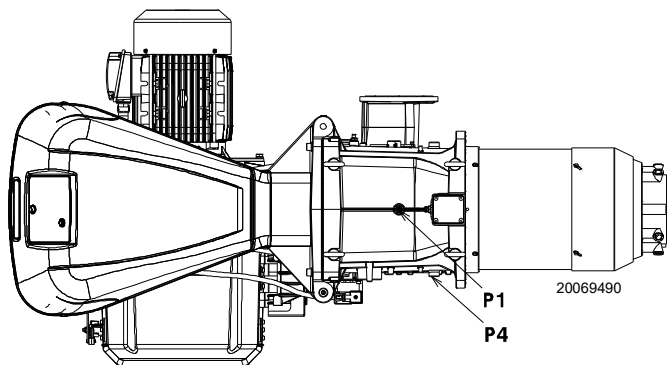

Fig. 22
Pression du gaz mesurée à la prise P1)(Fig. 22), avec :
- Soustraire de la pression du gaz à la prise P1)(Fig. 22) la pression dans la chambre de combustion.
Pour connaître la pression de gaz nécessaire sur la prise P1)(Fig. 22), une fois établie la puissance MAX. à laquelle on veut faire fonctionner le brûleur :
- Lire sur la droite, colonne 1, la pression à la prise P1) (Fig. 22).
pression nécessaire à la prise P1) (Fig. 22).